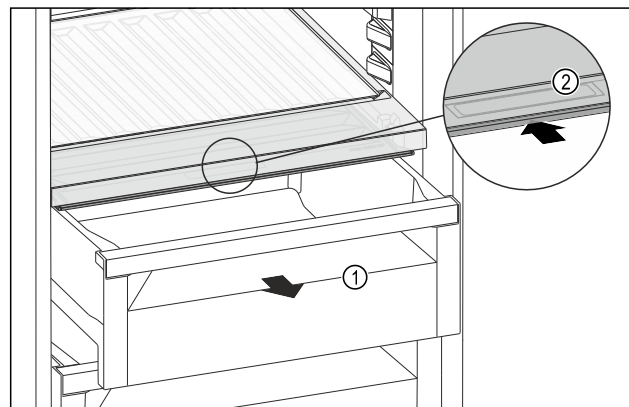

Fig. 119
- ▶ Wyciągnąć szufladę Fig. 119 (1).
- ▶ Chwycić uchwyt wpuszczany Fig. 119 (2) na pokrywie komory i przesunąć pokrywę jednocześnie do tyłu.